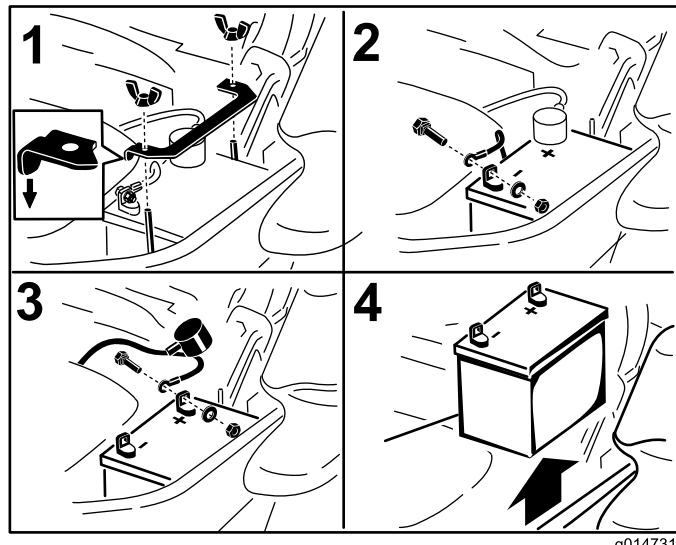

Figura 58
3. Primero desconecte el cable negativo (negro) del borne negativo (–) (negro) de la batería (Figura 58).
4. Retire la cubierta de goma roja del borne positivo (rojo) de la batería y retire el cable positivo (+) (rojo) (Figura 58).
5. Retire la tuerca de orejeta que sujeta la abrazadera de la batería (Figura 58).
6. Retire la abrazadera (Figura 58).
1. Coloque la batería en la bandeja, con los bornes frente al depósito de aceite hidráulico (Figura 58).
4. Fije los cables con 2 pernos, 2 arandelas, y 2 contratuerca (Figura 58).
6. Instale la abrazadera y sujetela con la tuerca de orejeta (Figura 58).